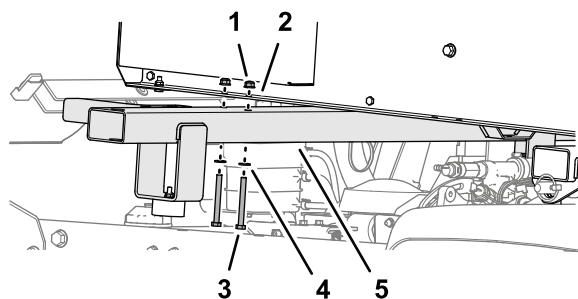

Figura 15
2. Sollevare la traversa anteriore sino alla guida del topdresser e montare la traversa sulla guida (Figura 15) con 2 bulloni senza dadi (5/16" x 3"), 2 rondelle (5/16") e 2 dadi di bloccaggio flangiati (5/16").